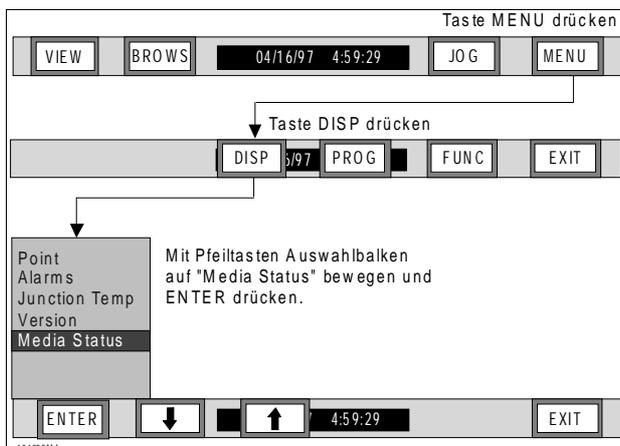

Bild 3-28 Ablaufdiagramm Datenträgerzustand ausgeben
E. Datenträgerzustand - Diese Funktion des Anzeigemenüs gibt den Zustand eines Datenträgers aus. Um den Datenträgerzustand anzuzeigen, führen Sie folgende Schritte durch (siehe Bild 3-28):